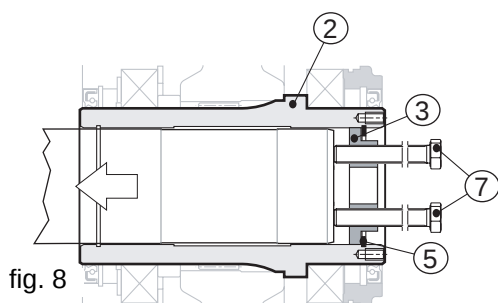

fig. 8
Introducir dos tornillos (pos. 7) en los dos orificios roscados de la placa de fondo (pos. 3), enroscarlos hasta que toquen el eje de la máquina (pos. 1) y seguir enroscándolos de forma alterna dando una vuelta por vez como máximo (véase fig. 8).